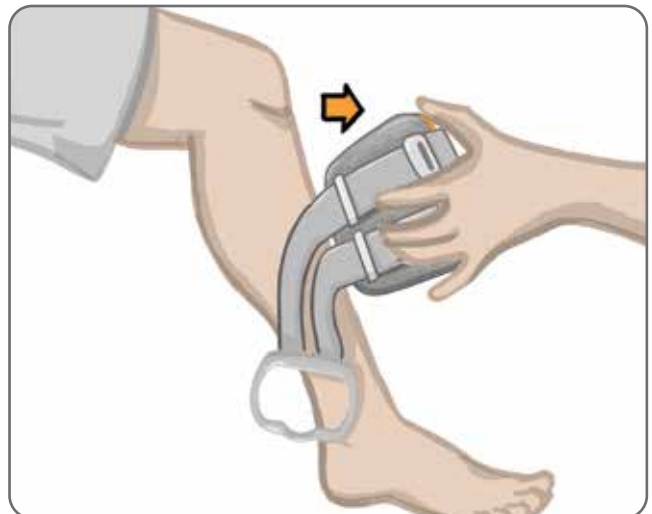

Figura 8-7. Rimozione del gambale per la parte inferiore della gamba con le basi per elettrodi catturate
8. Rimuovere con delicatezza dall'arto il gambale per la parte inferiore della gamba (Figura 8-7).